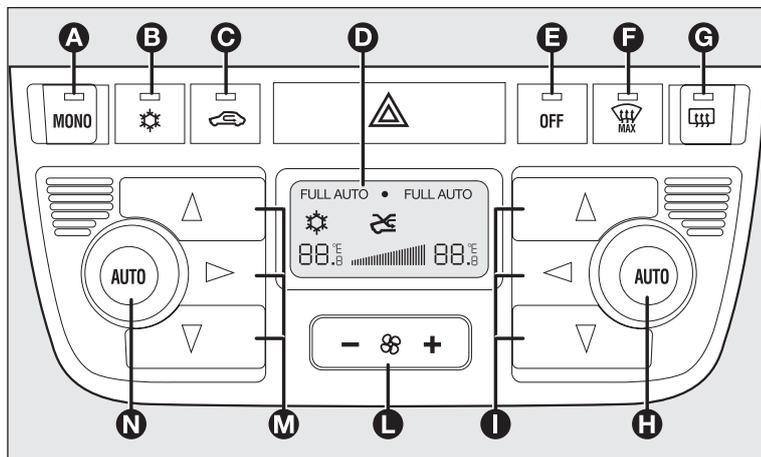

fig. 62
## COMANDI fig. 62
Premendo il pulsante **MONO** si allinea automaticamente la temperatura e la distribuzione dell'aria lato passeggero anteriore a quella lato guidatore e pertanto si possono impostare le stesse temperature e distribuzione dell'aria tra le due zone ruotando la sola manopola lato guidatore. Questa funzione facilita la regolazione della temperatura dell'intero abitacolo in presenza del solo guidatore. Per tornare alla gestione separata delle temperature e della distribuzione dell'aria nelle due zone dell'abitacolo, è sufficiente ruotare la manopola **H-fig. 62** oppure premere nuovamente il pulsante **MONO A-fig. 62** quando il led sul pulsante è acceso.
- inserimento forzato (ricircolo aria sempre inserito), segnalato dall'accensione del led sul pulsante **C-fig. 62** e dal simbolo  sul display;